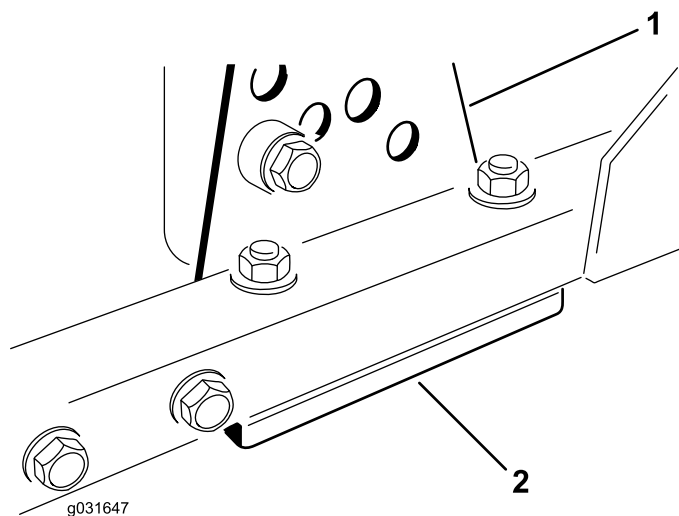

图 71
- 从滚刀组架上拆除剪草高度支架前、左或右图 71。
- 在滚刀组架与剪草高度支架之间增、减 1.5mm 薄垫片和/或 0.7mm 薄垫片以达到所需的剪草高度设置图 71。
- 安装剪草高度支架到滚刀组架剩余薄垫片集中放到剪草高度支架的下方图 71。